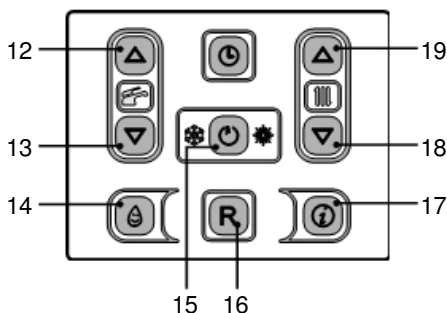

Figura 2.5
- Mantenga pulsado durante 2 segundos el botón 15 hasta que aparezca en el display el símbolo  Figura 2.5.
De todas formas, si la temperatura ambiente no fuera agradable, se puede aumentar o disminuir la temperatura de impulsión de la instalación de calefacción en $\pm 15^{\circ}\text{C}$ usando los botones 18 (reducción) y 19 (aumento) (Figura 2.5).
La temperatura del agua caliente sanitaria puede regularse mediante los botones 12 (aumento) y 13 (reducción) (Figura 2.5) entre un mínimo de aproximadamente 35°C y un máximo de aproximadamente 60°C . La primera vez que se pulsa uno de los dos botones se muestra el valor de "consigna", la segunda vez se puede modificar.